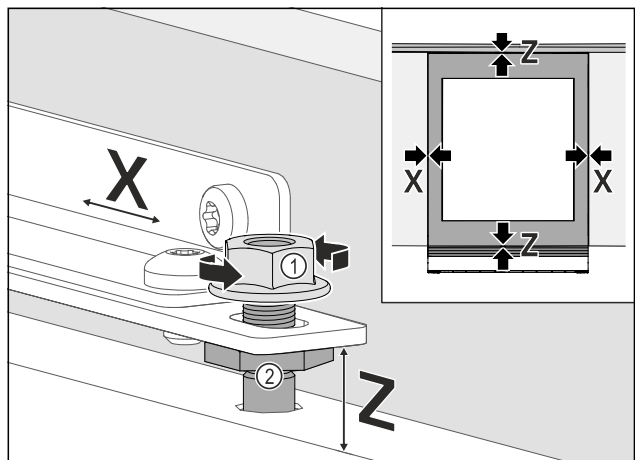

Fig. 94
- Rikta in möbeldörren i sidled: Lossa stoppmuttrarna Fig. 94 (1), flytta möbeldörren i X-riktning.
- Dra åt stoppmuttrarna Fig. 94 (1).
- ▶ Rikta in möbeldörren i höjd **Z** och lutningen åt sidan: Ställ in justeringsstiften *Fig. 94 (2)*.